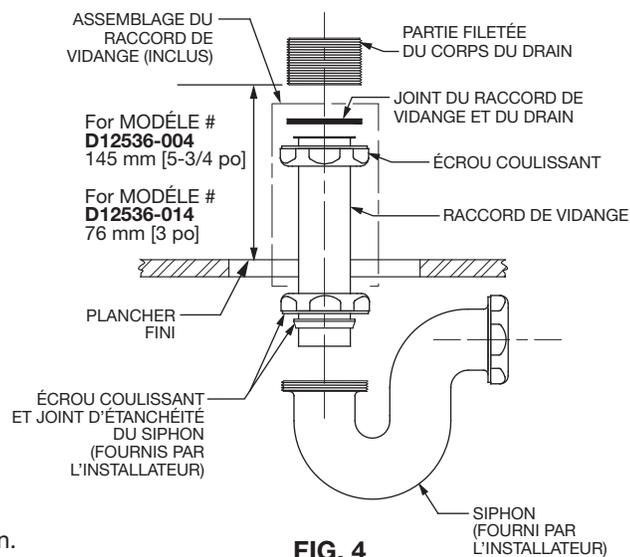

FIG. 4
- Le raccord de vidange, d'un diamètre de 38 mm (1,5 po), est compatible avec le drain fourni. (Voir la **fig. 4**)